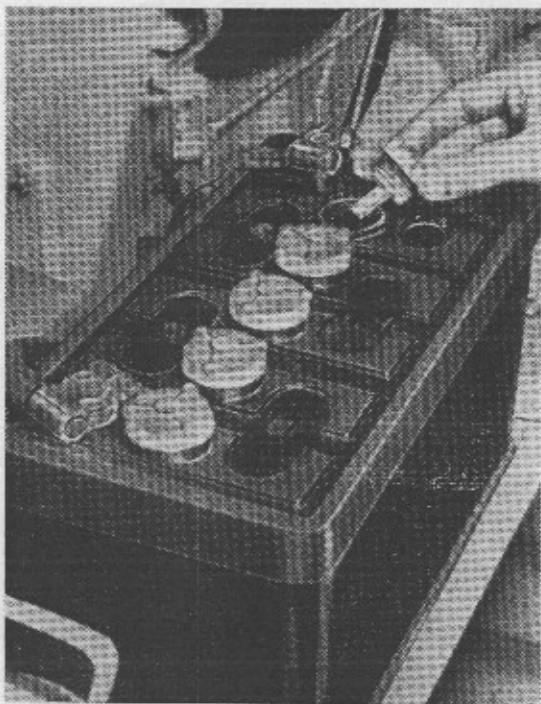

Fig. 41
- 3) **Batteria** - Controllare il livello dell'elettrolito (fig. 41) ed eventualmente aggiungere acqua distillata.